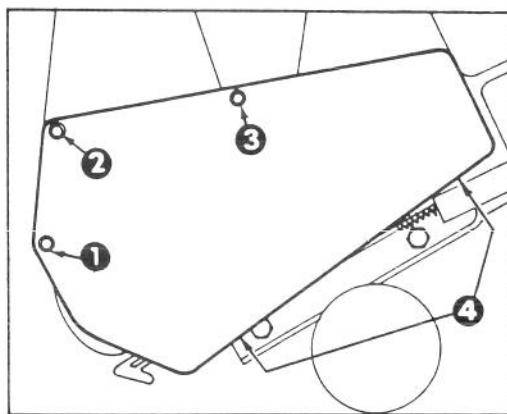

Abb. 12
3. Drei Schneidschrauben, zwei Kopfschrauben, eine Unterlegscheibe und zwei Muttern entfernen, mit denen die Riemenverkleidung an der Seitenplatte befestigt ist (Abb. 12). Riemenverkleidung abnehmen.
### AUSWECHSELN DES ANTRIEBSRIEMENS (Abb. 12 und 14)
2. Drei Schneidschrauben, zwei Kopfschrauben, eine Unterlegscheibe und zwei Muttern entfernen (Abb. 12). Riemenverkleidung abnehmen.